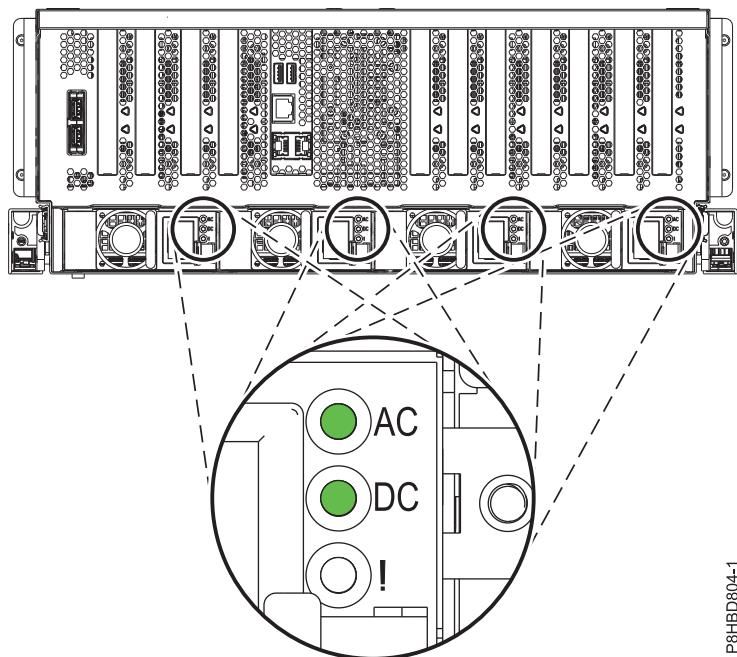

図 7. 正常に作動している電源装置の LED
5. 取り替えた電源装置の LED の状態に注意してください。9 ページの図 7 を参照してください。取り替えた電源装置の LED が以下の状態になっている必要があります。